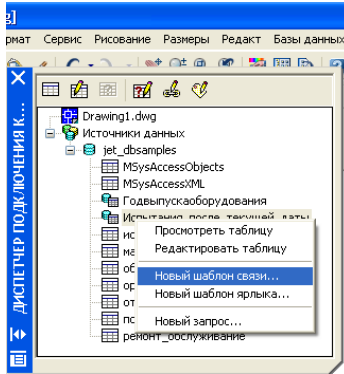

Рис. 12.9. – Вызов пункта меню Новый шаблон связи...
6. В диалоговом окне Диспетчер подключения к базе данных выделить Испытания\_после\_текущей\_даты и вызвать контекстное меню, выбрать Новый шаблон связи... (см рис. 12.9).